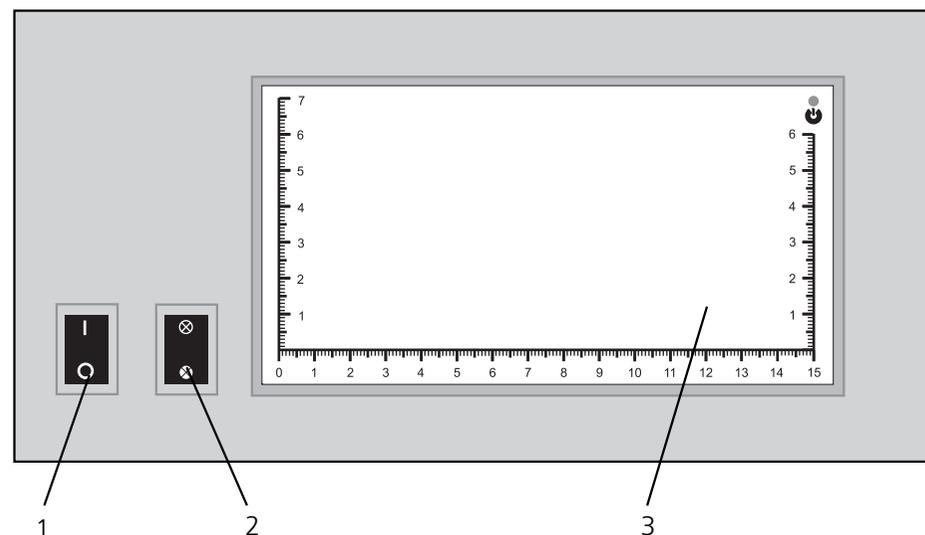

Рис. 2
- Подключите прибор к сети (220/110 В, 50/60 Гц) и включите его с помощью выключателя «Сеть» на передней панели прибора (рис. 2).
- Расположите одну или несколько банкнот на передней панели прибора в просмотровой зоне (рис. 2).
- С помощью переключателя «УФ/белый проходящий свет» на передней панели прибора (рис. 2) выберите необходимый режим работы: